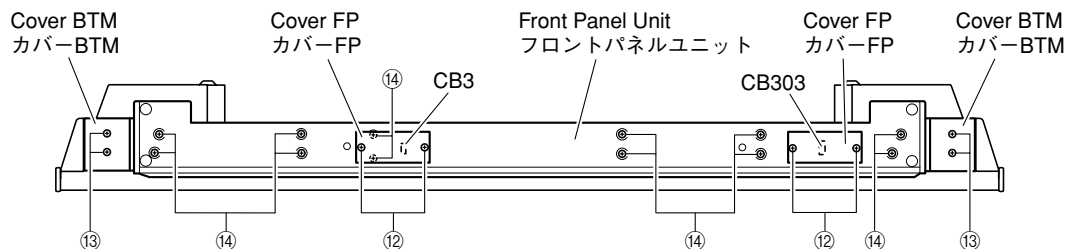

Fig. 6
- Remove 4 screws (12). (Fig. 6)
- Remove CB3 and CB303. (Fig. 6)
- Remove 4 screws (13). (Fig. 6)
- Remove 12 screws (14). (Fig. 6)
- ⑫のネジ4本を外します。(Fig. 6)
- コネクター CB3、CB303を外します。(Fig. 6)
- ⑬のネジ4本を外します。(Fig. 6)
- ⑭のネジ12本を外します。(Fig. 6)